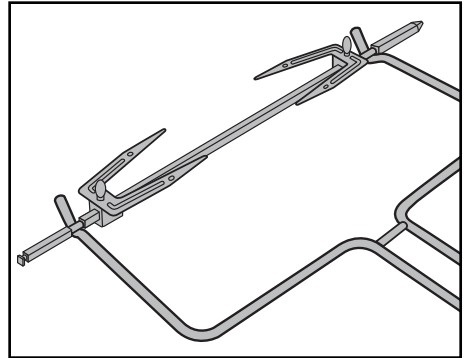

Abb. 3: Einhaken der Zange **12** beim Drehspieß **16**
- Um den heißen Drehspieß **16** zu entnehmen greifen Sie mit den Haken am Ende der Zange **12** in die Vertiefungen am Drehspieß **16** (Abb. 3):